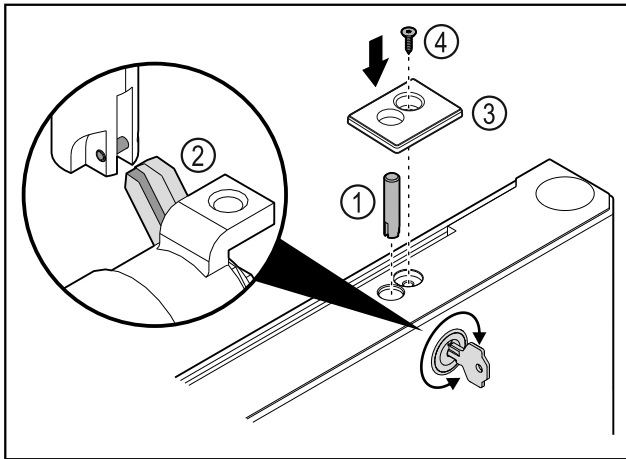

Fig. 42
- Sett inn låsebolten Fig. 42 (1).
- Drei låsen litt, slik at låsebolten Fig. 42 (2) smekker på plass i spalten i låsen.
- Sett på dekselet Fig. 42 (3).
- Sett inn skruen Fig. 42 (4).